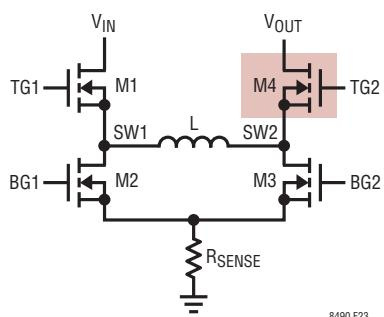

図23. スイッチの簡略図
1. CCM/DCMモードの自動的な切り替え：インダクタ電流のリップルが非常に大きいと、LT8490はDCMのまま大電流で動作することになる可能性があります。この場合、(図23で強調表示されている) M4スイッチは、このデバイスのボディ・ダイオードを流れるバッテリ充電電流によって高温になる可能性があります。